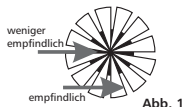

Abb. 1
- Stellen Sie das Gerät so, dass die zu erwartende Bewegung quer zum PIR-Sensor verläuft. Querbewegungen sind schneller erfassbar als direkte Bewegungen auf den Sensor zu (s. Abb. 1).